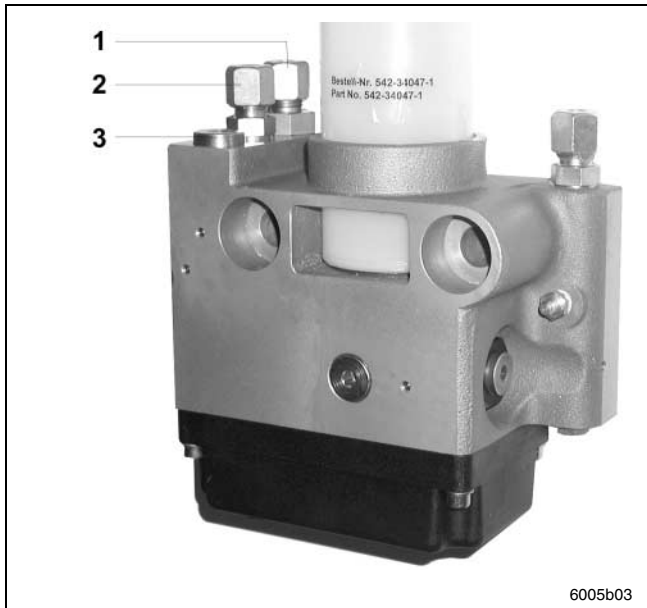

Fig. 2 Conexiones de aceite de la bomba HTL 101
- vía la conexión de presión P (fig. 2, pos. 1)
- y vía la conexión de retorno (pos. 2, fig. 2) refluye hacia el sistema hidráulico de la unidad portadora
Es posible modificar el volumen de paso del aceite hidráulico vía la válvula de estrangulación ajustable (fig. 2, pos. 3). Así también se modifica el caudal de la bomba. La válvula de estrangulación ha sido equipada con muescas de retención. 8 pasos de retención corresponden a una revolución.
- ➔ Abrir la caperuza de protección de la válvula de estrangulación (fig. 2, pos. 3)
Para ajustar la válvula fina de estrangulación desconectar el sistema hidráulico. Aunque el sistema hidráulico esté desconectado, es posible que la válvula fina de estrangulación quede bajo presión algún tiempo después de la desconexión. Primero comprobar si la conexión de presión P (pos. 1, fig. 2) está sin presión. (Árbol de excéntrica ya no se mueve).